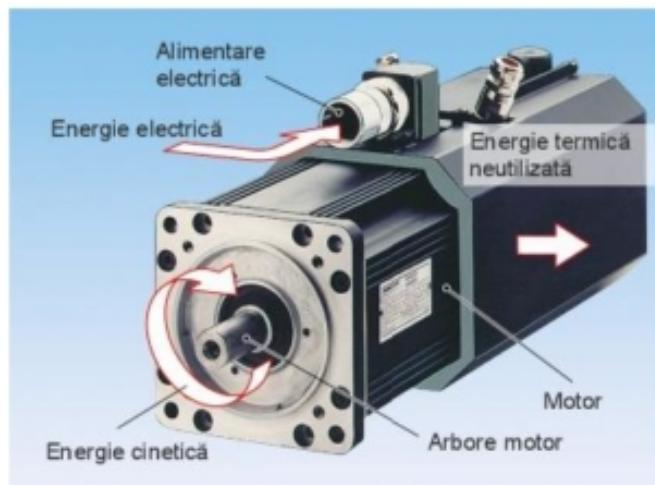

Figura 1: Conversia energiei la un motor electric
■ Motoarele electrice sunt cele mai populare motoare staționare în industrie (Figura 1). De exemplu, acestea sunt folosite ca unități de propulsie pentru mașini, ascensoare, sisteme de transfer, pompe și compresoare.
Acestea sunt materiale care sunt prezente în natură, cum ar fi piatra sau lemnul. Exemplu de utilizare: granitul folosit ca placă pentru banchile de probă (Figura 1)